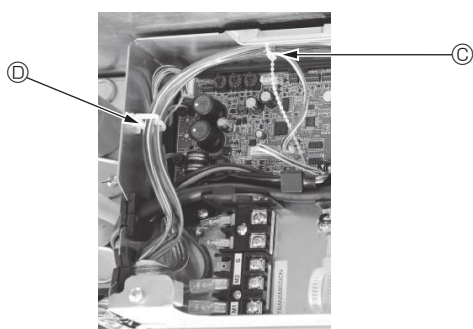

Fig. 5-15
- Coloque las partes sobrantes de los cables de enlace del Sensor i-see y del receptor de señales en la caja de componentes eléctricos en el clip para cables de la forma mostrada en el diagrama, y sujete los cables con el remache. (Fig. 5-15)